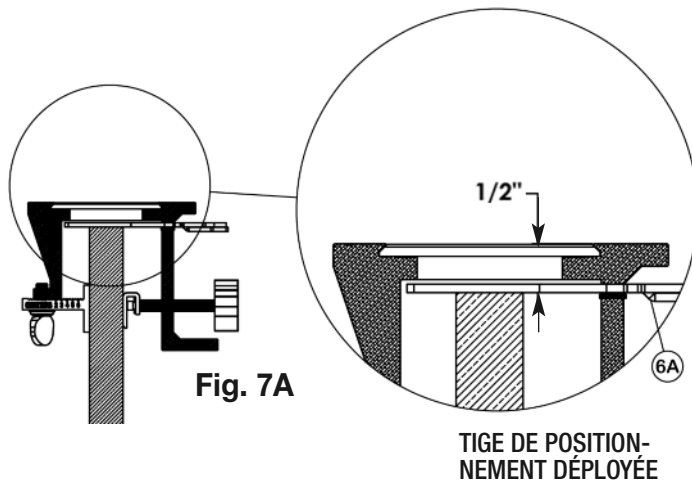

Fig. 7A
- Lorsque le bois est correctement installé sur le gabarit, son bord supérieur sera 1/2 po sous la surface de travail (le dessus) du gabarit (fig. 7a).